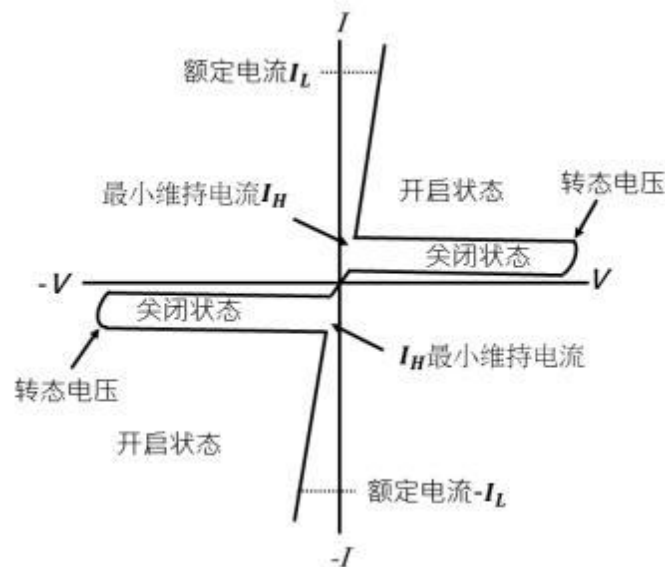

图 2.TRIAC 特性曲线图
- (1)中断两端点(T_1 和 T_2)的电压(开路或短路)。
- (2)改变两端点(T_1 和 T_2)的电压极性(如使用交流电则会自动截止)。
- (3)将导通的电流降低至维持电流 I_H 以下(可参考图 2)。